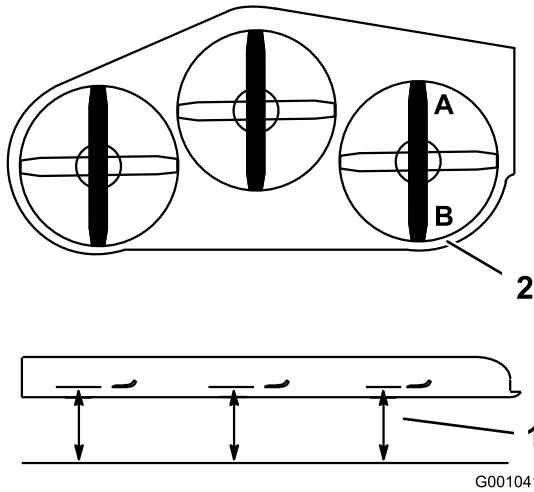
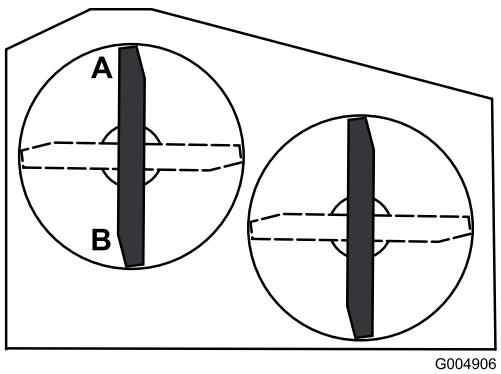

Figure 82
Figure 83
2. Tournez une lame dans le sens longitudinal. Mesurez la distance aux points **A** et **B** entre une surface plane et le bord coupant des pointes des lames (Figure 82 ou Figure 83). Pour les plateaux de coupe 36 pouces, reportez-vous à la Figure 83.
4. Tournez les lames dans le sens longitudinal. Mesurez la distance aux points C et D (Figure 82) entre une surface plane et le bord coupant des lames.